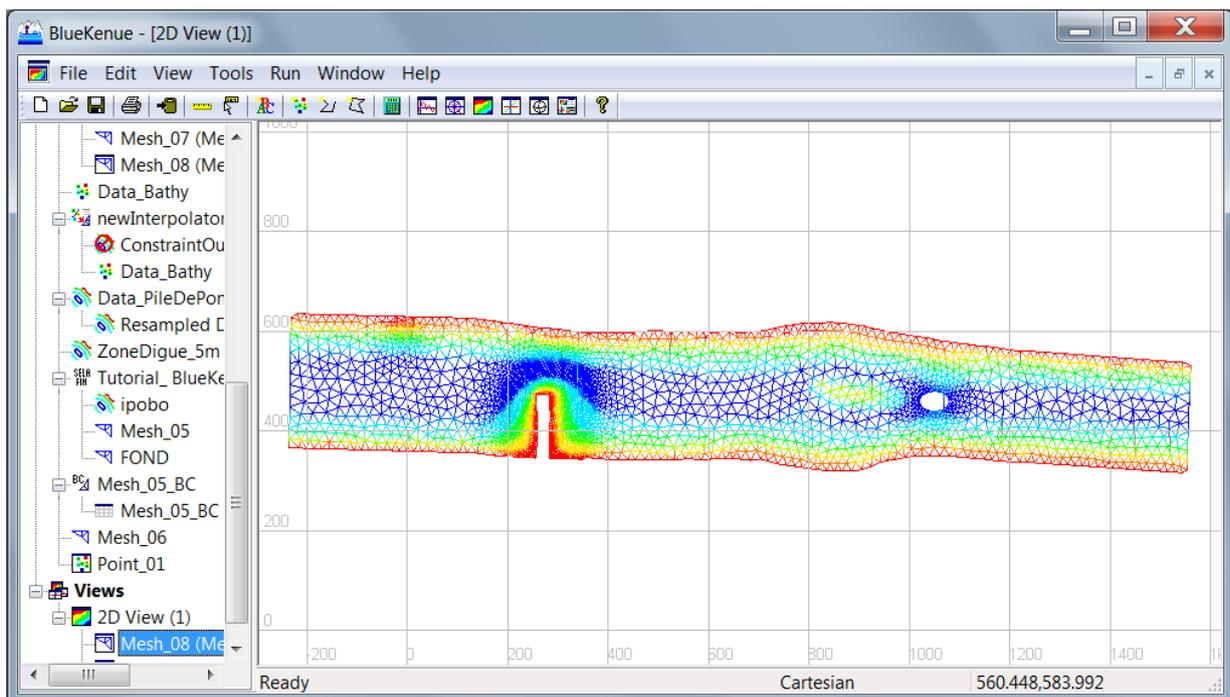

FIGURE 2.5 – Maillage Mesh08 intégrant le point dur en (0, 600)
- Refaites l'opération d'interpolation sur *Mesh08* et la bathymétrie afin d'y intégrer l'information de profondeur. (Fig.2.5)